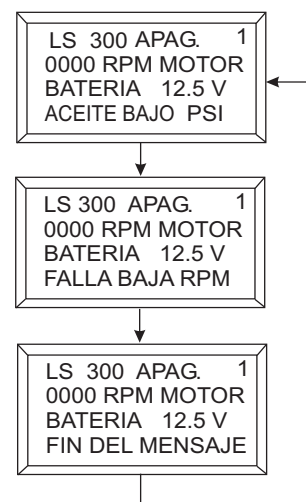

Figura 24. Pantalla primaria (llave de ignición ON ENCENDIDO)
6. Cuando la llave de ignición esta en la posición **ON ENCENDIDO**, la pantalla de información digital (primaria) hará un ciclo de 3 muestras, consulte la Figura 24.